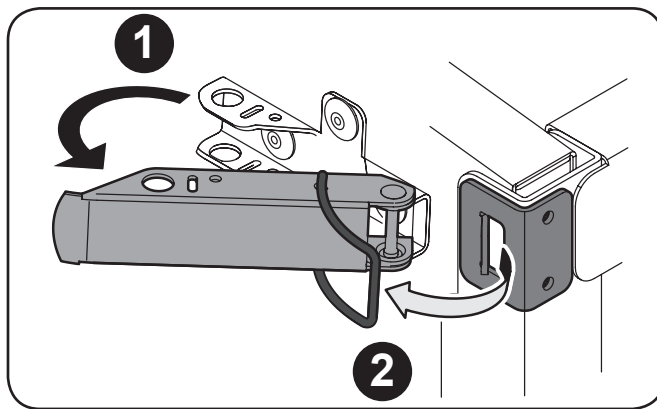

Figure 4-1
- Si le véhicule est équipé d'une benne en acier, déverrouillez le hayon comme indiqué à la Figure 4-1.